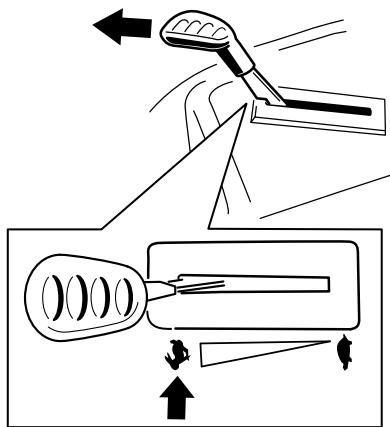

Рисунок 18
**Примечание:** При включении ножей дроссельная заслонка всегда должна находиться в положении БЫСТРО (Рисунок 18).